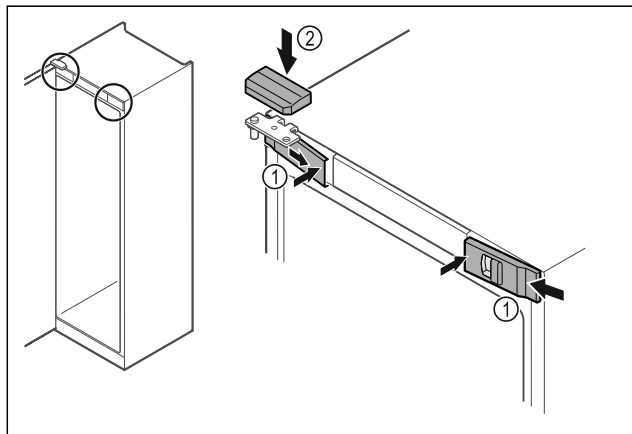

Fig. 54
- ▶ 从侧部挂入前盖板 Fig. 54 (1) 并从内部将其卡紧。
- ▶ 从上方卡紧上盖板 Fig. 54 (2)。